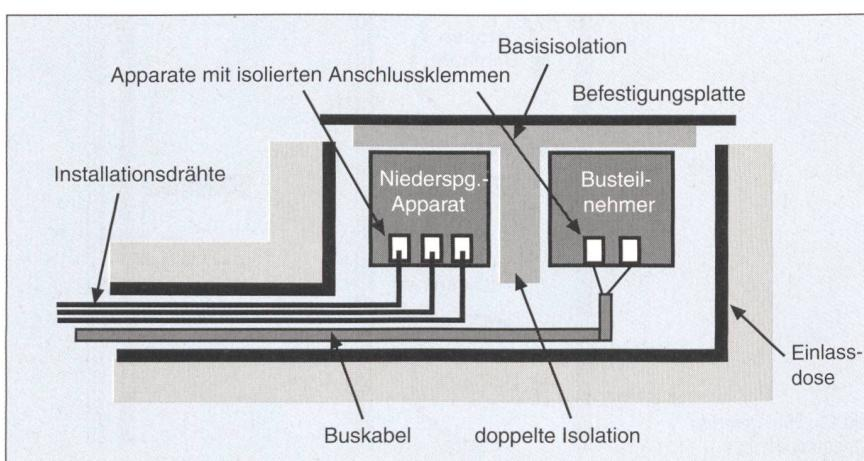

Bild 12 Normgerechte Montage von Niederspannungsapparaten
2. Installation von Niederspannungs- und Kleinspannungsapparaten: Niederspannungs- und Kleinspannungsapparate müssen für sich voll isoliert sein (2000 V, 50 Hz, 1 min). So darf beispielsweise ein loser «abgesprungener» Anschlussdraht kein stromführendes Teil des anderen Stromkreises berühren. Ein Beispiel für normgerechte Montage von Klein- und Niederspannungsapparaten zeigt Bild 12.